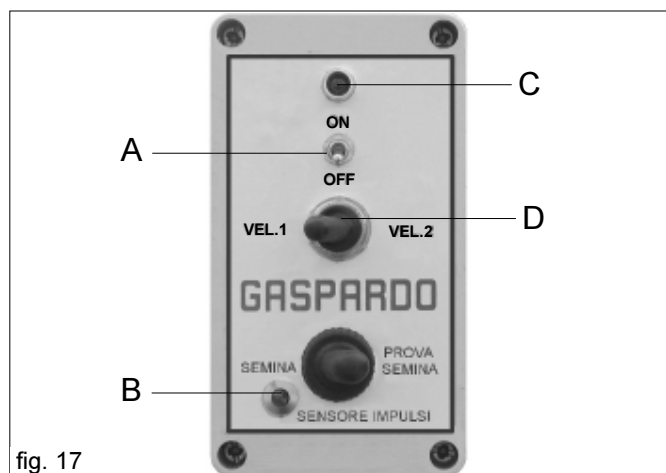
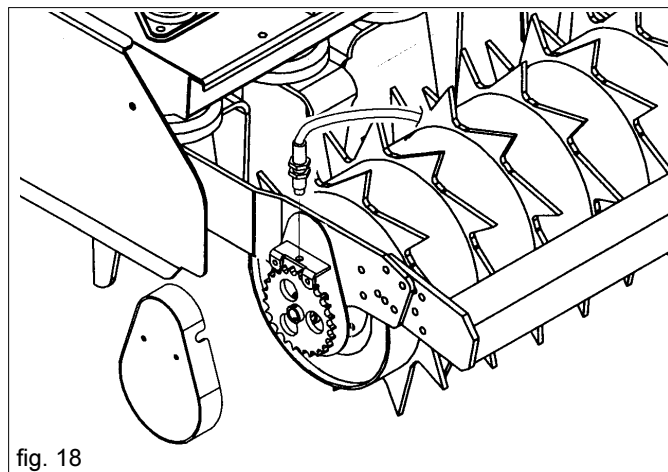

fig. 17
fig. 18
La semilla se debe cargar en la tolva con el equipo (Grada + Vitigreen) apoyado sobre el suelo y el rodillo trasero bloqueado. **Está prohibido subir sobre el rodillo trasero.** El interruptor (A Fig. 17) del cuadro debe estar colocado en OFF, y tiene que estar desconectado el cable de alimentación de 12 V. Cargue las semillas en la tolva desde el costado del equipo.
- controlar que el interruptor (A Fig. 17) del cuadro esté colocado en OFF.
- colocar el interruptor (D Fig. 17) en "Prueba de siembra";
Tal dispositivo se aplica en un rodillo o en una rueda que garantice el movimiento sólo durante la siembra (Fig. 18): un sensor detecta los impulsos del movimiento de la rueda y los transmite al motor eléctrico, que acciona la distribución. Al detenerse el movimiento, como no se detectan los impulsos, la distribución se interrumpe. Durante la siembra un led (B Fig. 17) señalará en el tablero la detección regular de los impulsos y la consiguiente distribución de las semillas.
- 8) **No deje jamás los componentes eléctricos bajo tensión. Controle que el led (C Fig. 17) esté apagado.**